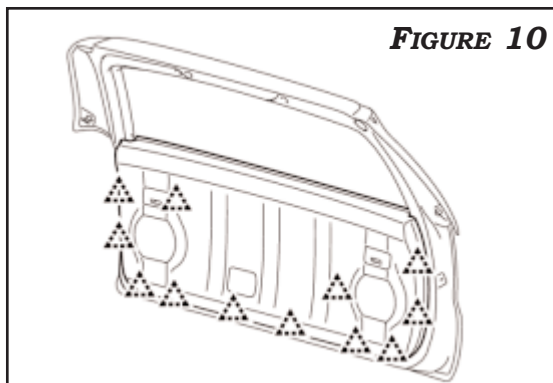

FIGURE 10
9. REMOVE THE BACK DOOR PULL HANDLE. DETACH 12 CLIPS TO REMOVE BACK DOOR TRIM PANEL. **FIGURE 10**